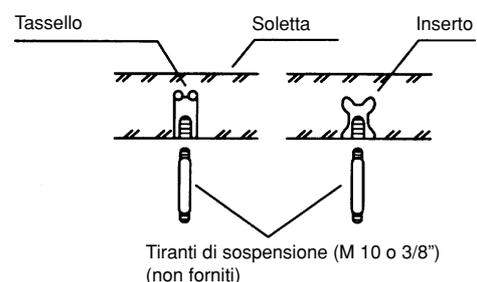

Fig. 3-15
- (2) Eseguire i quattro fori dei tiranti evidenziati con la dima.
- (3) In relazione al tipo di controsoffitto:
- a) Inserire i tasselli dei tiranti direttamente nella soletta (vedi fig. 3-15) oppure